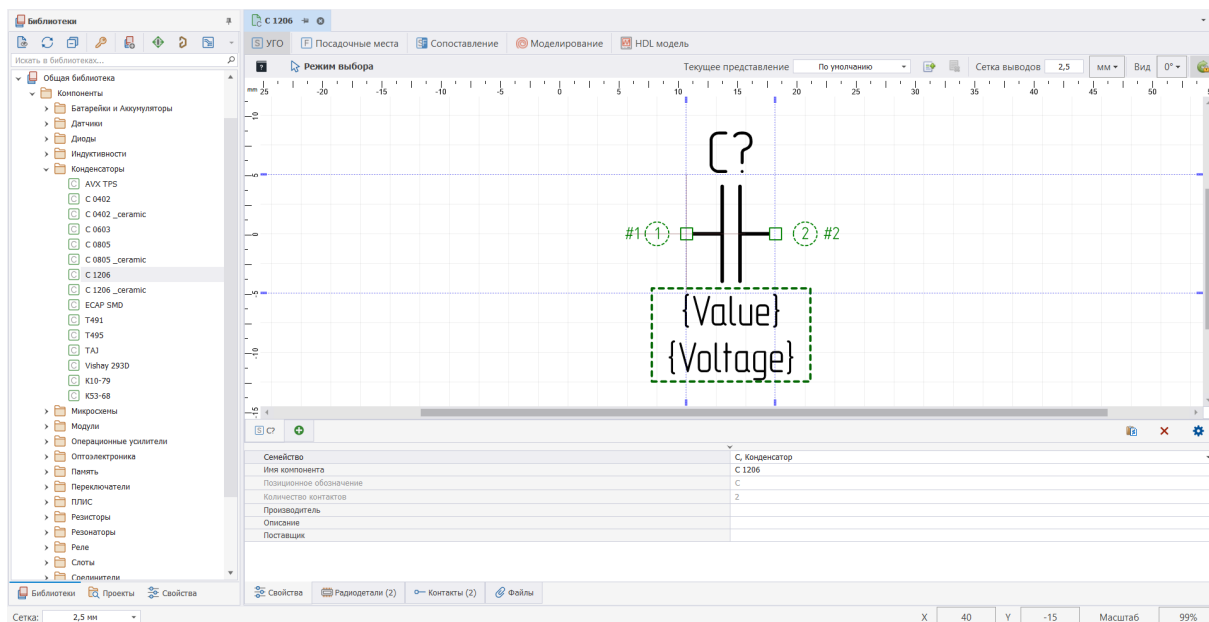

Рис. 8 Редактор компонента
1. Откройте редактор компонента, Рис. 8.